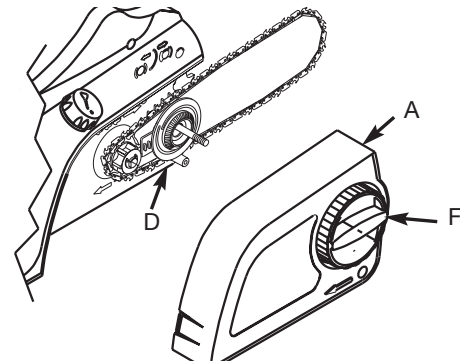

Fig. 21
2. Para fijar la cadena en la barra, gire la placa de tensión (D) en sentido antihorario hasta el máximo. Instale la cadena y la barra en la unidad eléctrica, gire la placa de tensión (D) en sentido horario y después póngale la tapa lateral (A) (Fig. 21).
3. Gire la manija en sentido horario, ajuste el anillo de tensión de la cadena (F) y después apriete la manija.